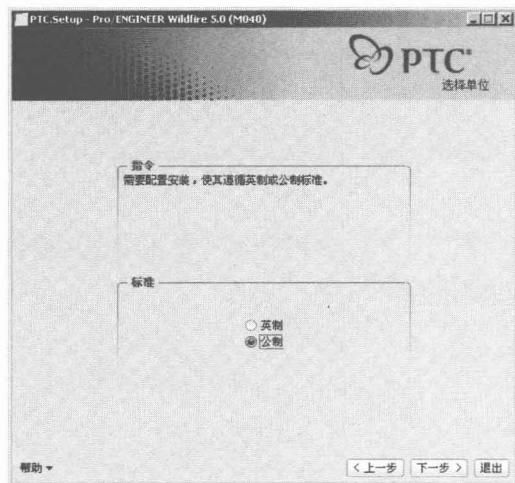
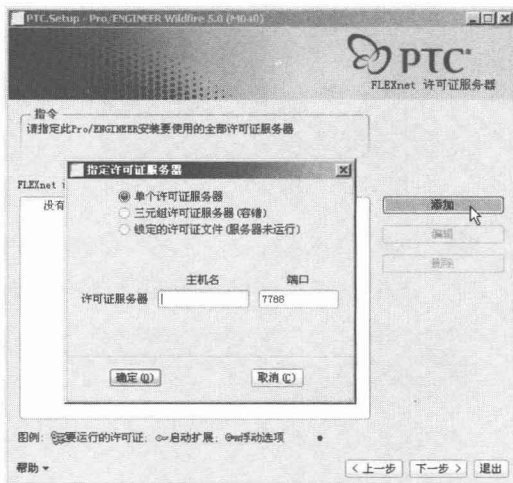

图 1-11 选择“公制”单选按钮
图 1-12 “指定许可证服务器”对话框
- 8 将“标准”设置成“公制”，如图 1-11 所示。单击  按钮，继续单击“添加”按钮，弹出“指定许可证服务器”对话框，如图 1-12 所示。